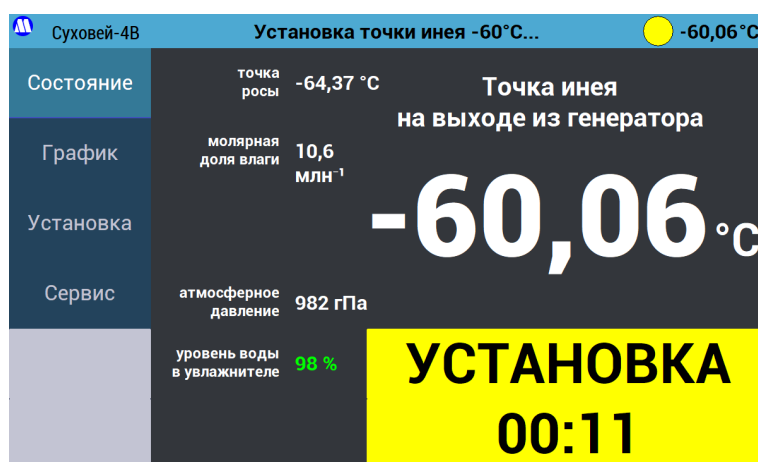

Рисунок 28 – Процесс установки температуры точки инея.
8.5.10. В процессе установки и стабилизации заданных значений температуры и давления индикатор статуса будет гореть желтым, в строке статуса будет отображаться исполняемая программа по установке относительной влажности и статус «Установка», в меню «Состояние» будут отображаться текущее значение относительной влажности в камере и время, прошедшее от момента запуска программы по установке точки (Рисунок 28).